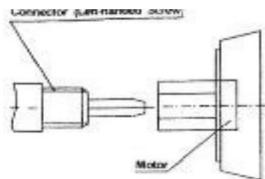

fig.3
7.Les placer à un endroit approprié lorsque le moteur est connecté à la tête vibrante. Visser le connecteur de la tête vibrante sur le moteur (comme fig.3).